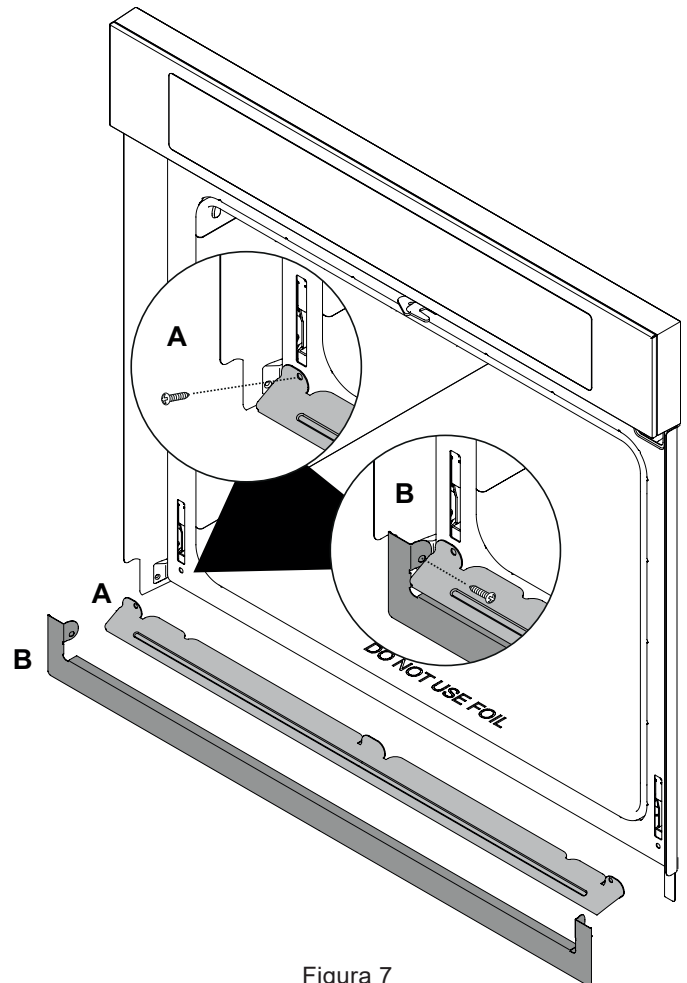

Figura 7
A. Coloque el desviador de aire (A) en su lugar como se muestra en la Figura 7. Alinee las ubicaciones de los tornillos y fije ambos extremos.
8. B. Coloque el recorte de color combinado (B) en su lugar como se muestra. Alinee las ubicaciones de los tornillos y fije ambos extremos.